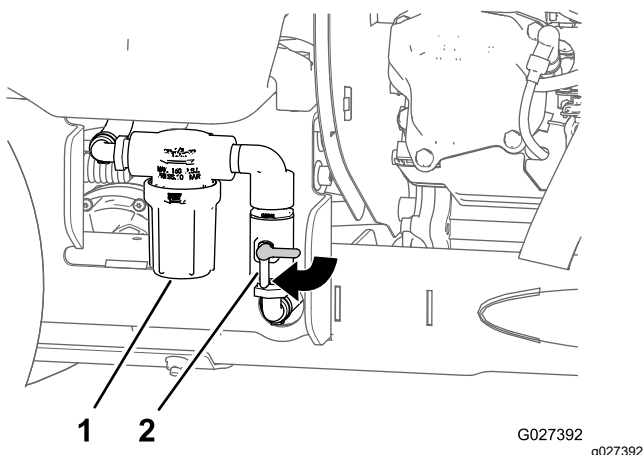

Figure 50
6. Tournez la vanne d'arrêt de la pompe dans le sens horaire à la position OUVRETE (Figure 50).